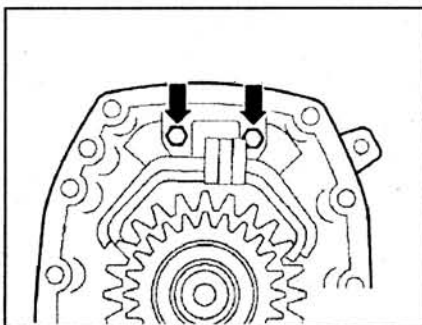

Рис. 4.40. Открутите оба болта (стрелки) крепления направляющей втулки штока переключения передач.
14. Открутите оба болта (стрелки) крепления направляющей втулки штока переключения передач (рис. 4.40).